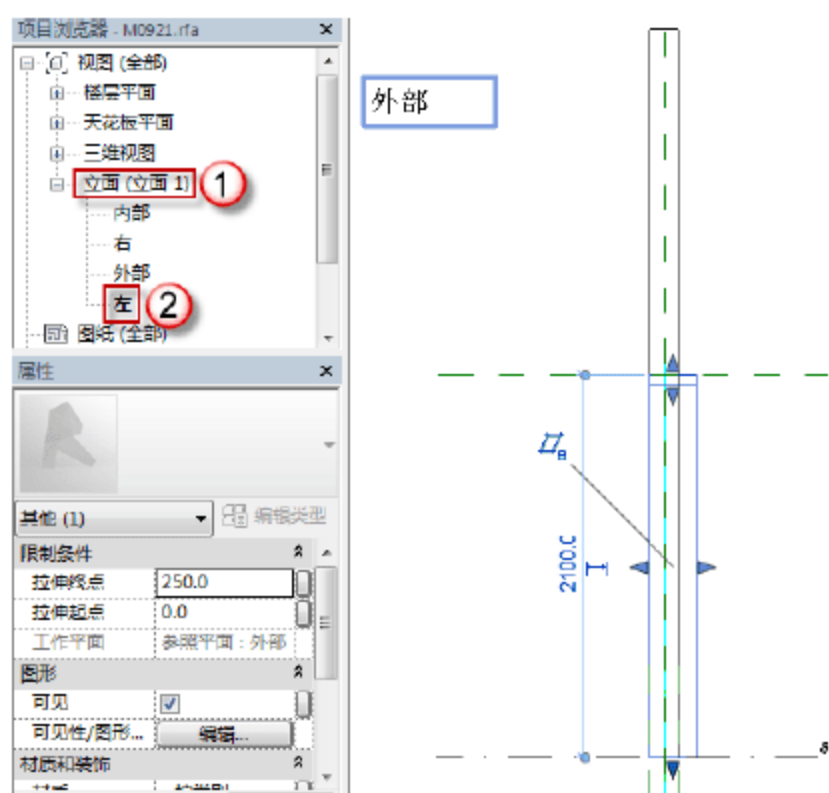

图 6.1.11 M0921 的左立面视图
**注意：**绘制门框时可以选择多种方式，可以用“直接”工具绘制，也可以用其他方式绘制，但是最后必须是一个闭合的图形，若出现无法闭合的情况，可以用绘制工具“拾取线”+修改工具“修建/延伸为角 (TR)”进行绘制。
(10) 选择“项目浏览器”中的“立面(立面1)”→“左”选项,可以进入M0921的左立面视图,如图6.1.11所示。